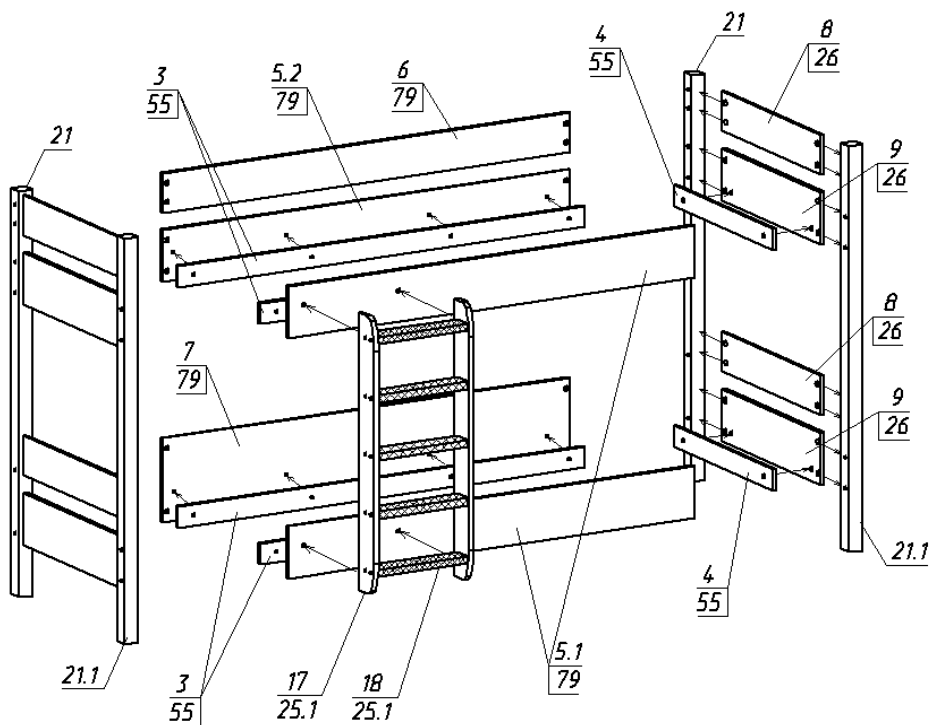

Рис.3
1. Собрать каркас кровати по прилагаемой схеме сборки (рис.3) с помощью евровинтов (поз.25), стяжек эксцентриковых (поз.26) и винтов (поз.79).